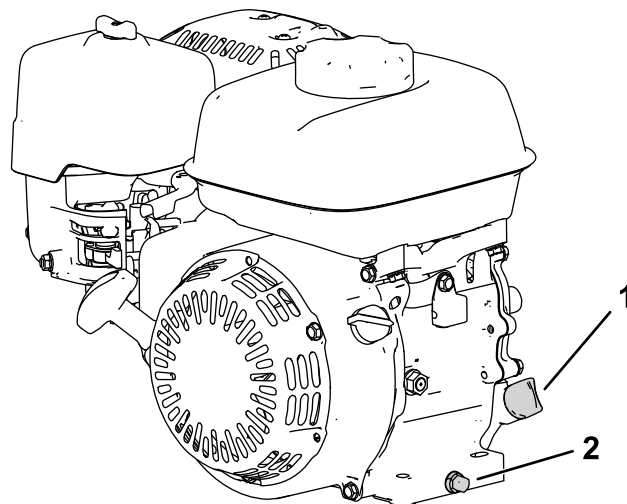

Bild 15
2. Stellen Sie die Maschine so, dass der Motor eben steht, und reinigen Sie dann den Bereich um das Ölfüllrohr (Bild 15).
- Entfernen Sie die Ablassschraube (Bild 15).